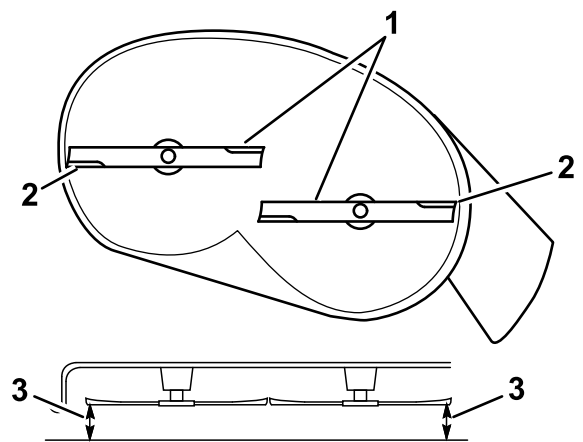

Figura 65
5. Mida entre los bordes de corte exteriores y la superficie plana (Figura 65).